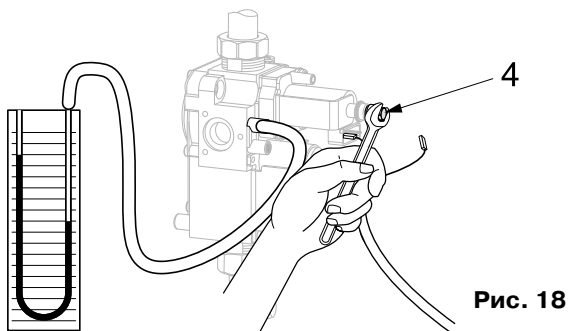

Рис. 18
- отсоедините провод питания регулировочного электромагнитного клапана (рис. 18)
- с помощью плоского ключа на 5 поворачивайте винт **4**, удерживая гайку **3** (рис. 18), доведите значение давления до величины, указанной в таблице